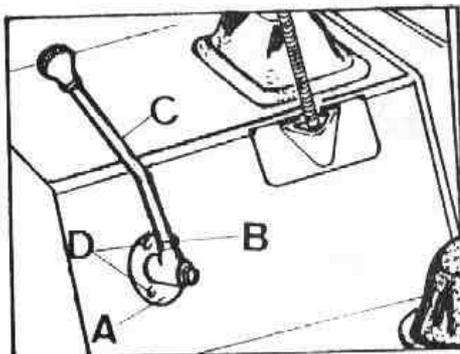

Fig. Q1-30 Desmontaje palanca supermarcha
- A) Aflojar la contratuerca, B (Fig. Q1-30) y extraer la palanca, C.
- B) Soltar los tornillos, D (Fig. Q1-30) y desmontar el guardapolvos, A.